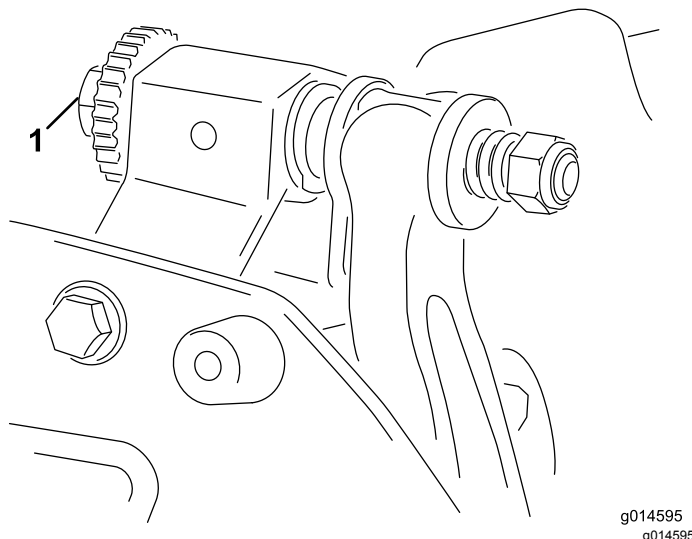

Figura 9
- A. Ruotate le viti di regolazione della barra di appoggio in senso orario (**Figura 9**),
6. Ruotate la vite di regolazione della barra di appoggio destra (Figura 9) fino a quando non sentite una leggera pressione sullo spessore facendolo scorrere da lato a lato. Rimuovete lo spessore.